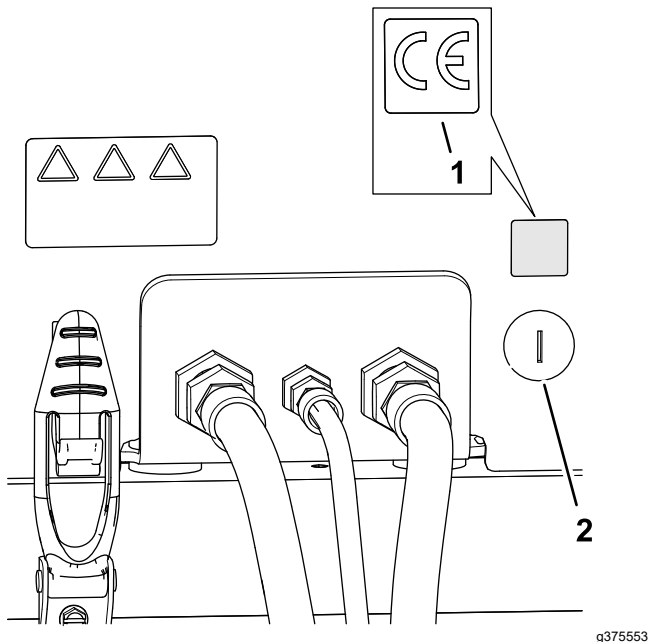

Figura 37
1. Folosește alcool sanitar și o lavetă curată pentru a curăța zona capotei din apropierea clișetului capotei și lasă capota să se usuce (Figura 37).